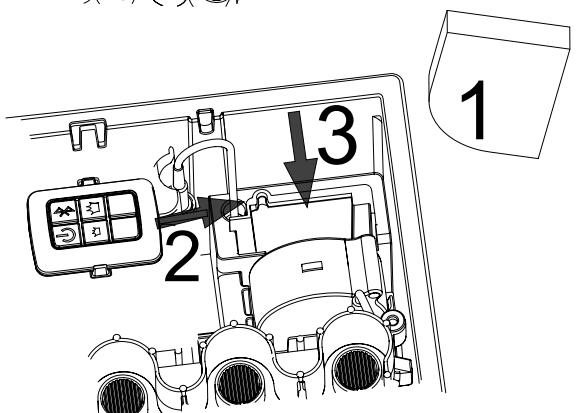

Fig. 13
**Consulte la Fig. 13.** Y luego de quitar las baterías del envoltorio de plástico, colóquelas donde corresponde. Vuelva a colocar la tapa de la batería.